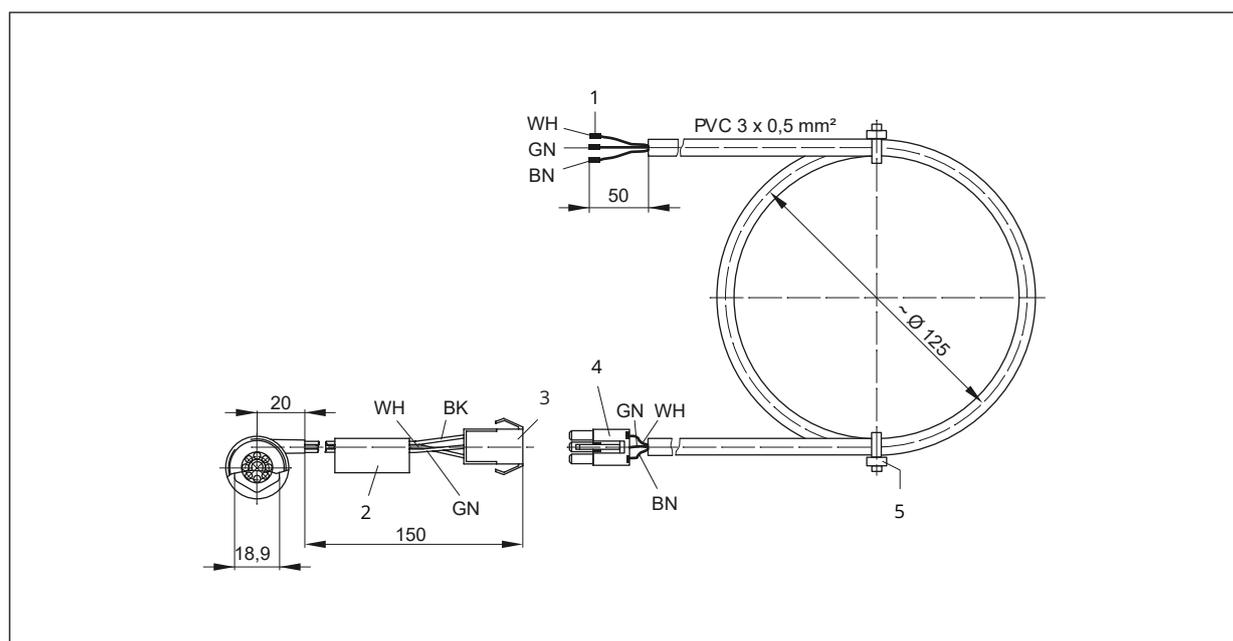

Fig. 9: Prolunga per sensore di controllo del flusso d'acqua
- ⇒ Eseguire il collegamento elettrico secondo Fig. 9.